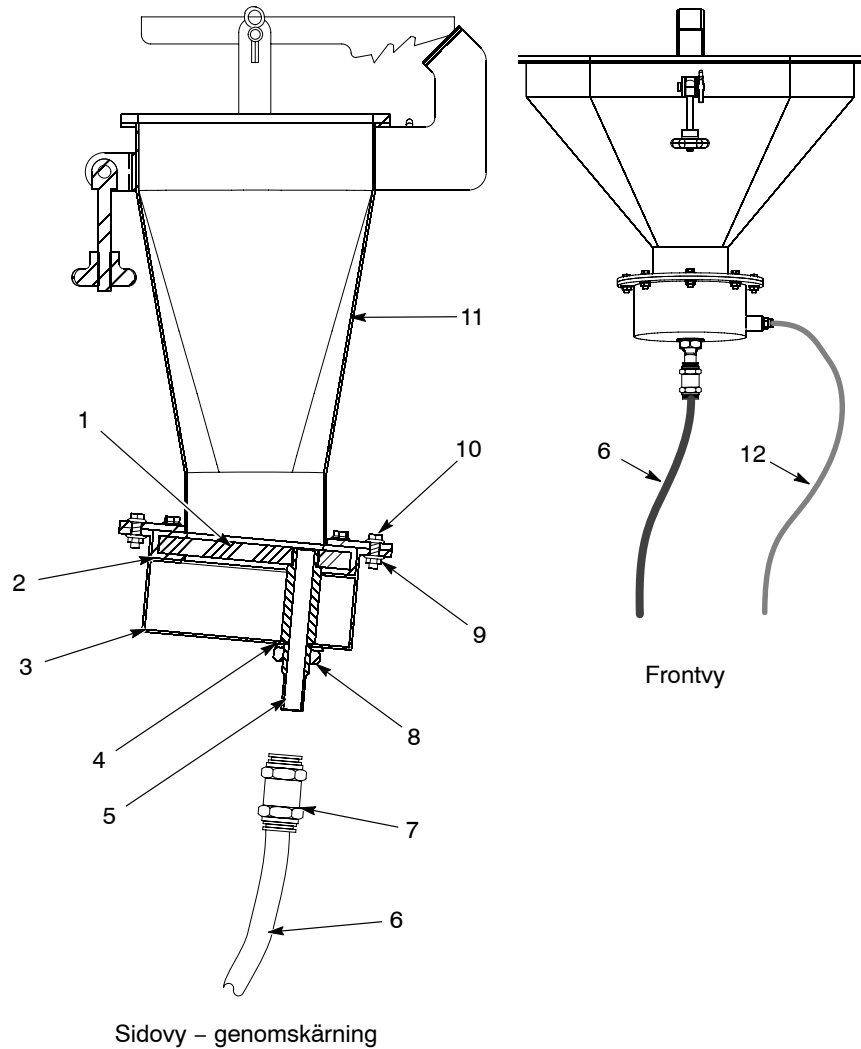

Bild 13 Transferbehållare
1. Se bild 13. Koppla loss slangen för fluidiseringsluft (12).
2. Koppla loss 16-mm pulverslangen (6) från skottgenomgången (7). Tag av kopplingsdelen för skottgenomgången från tömningsröret (4).
3. Tag av nederdelen (3) från transferbehållaren (11) genom att skruva ur de åtta bultarna (10) och muttrarna (9).
4. Skruva av låsmuttern (8) och packningen (4) från tömningsröret. Använd två skiftnycklar: den ena på de flata ytorna på tömningsröret och den andra på låsmuttern.
5. Lyft av fluidiseringsplattan (1) med packningen (2) och tömningsröret ut ur nederdelen. Skruva av tömningsröret från fluidiseringsplattan.